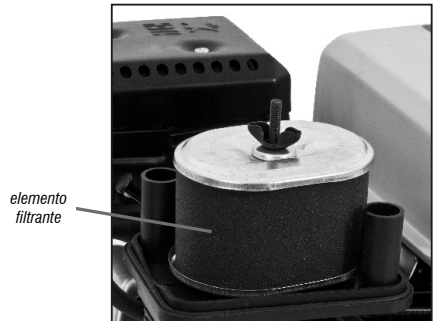

Fig. 32
- Retire el elemento filtrante, Fig. 32. Si el elemento filtrante está sucio, lávelo con agua y detergente neutro.